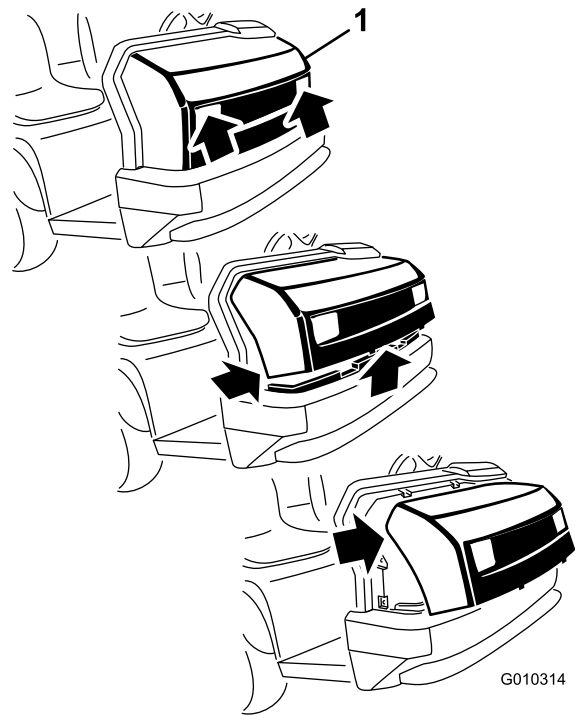

Figura 45
2. Desloque a parte inferior do capot para cima até ser possível retirar as patilhas de montagem superiores das ranhuras da estrutura (Figura 45).
3. Desloque a parte superior do capot para a frente e desligue os conectores de fios dos faróis (Figura 45).
1. Segurando firmemente no capot pelas aberturas dos faróis, eleve o capot para soltar as patilhas de montagem inferiores das ranhuras da estrutura (Figura 45).
2. Insira as patilhas de montagem superiores nas ranhuras da estrutura (Figura 45).
3. Insira as patilhas de montagem inferiores nas ranhuras da estrutura (Figura 45).